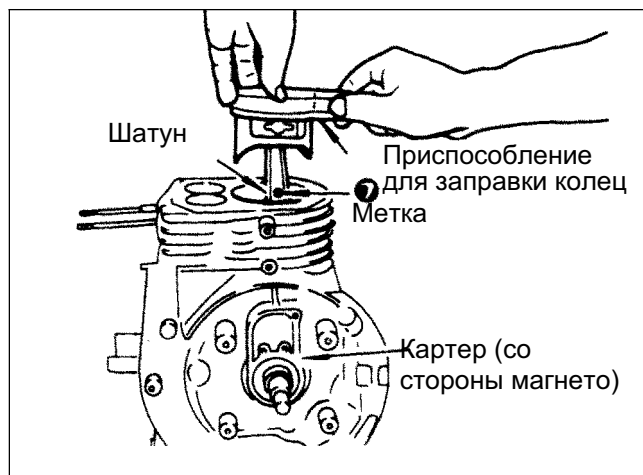

Рис. 5-18
- 3) При установке поршня с шатуном в цилиндр следует использовать приспособление для заправки колец в цилиндр, показанное на рис. 5-18 (при отсутствии такого приспособления удерживать заправляемое кольцо кончиками пальцев и производить легкие удары пластиковым молотком по дну поршня). Убедиться в том, что сторона шатуна с меткой или MAG обращена в сторону маховика с магнето.